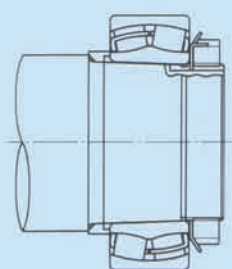
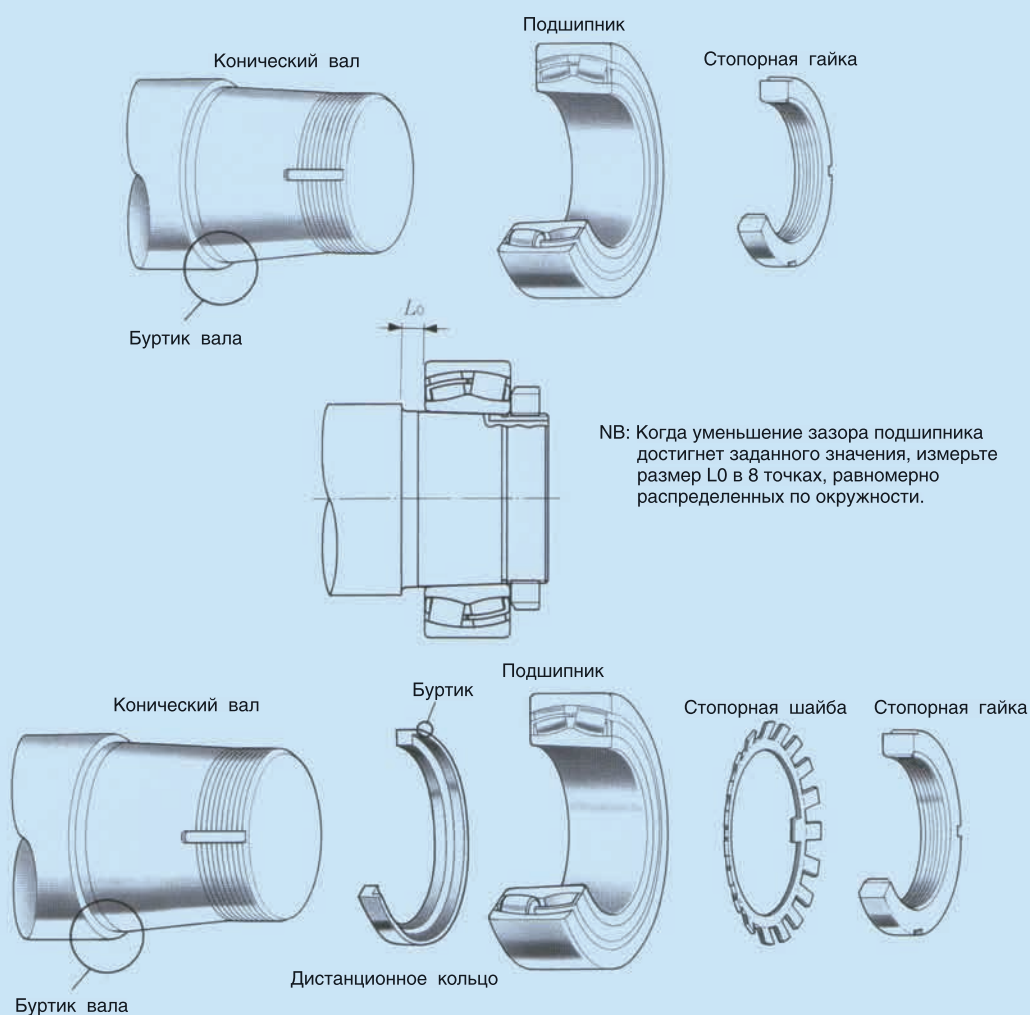

Рис. 6.23 Вид в собранном состоянии (с дистанционным кольцом)
Рис. 6.24 Варианты установки дистанционного кольца
- (б) При применении дистанционного кольца (**рис. 6.23** и **рис. 6.24**)